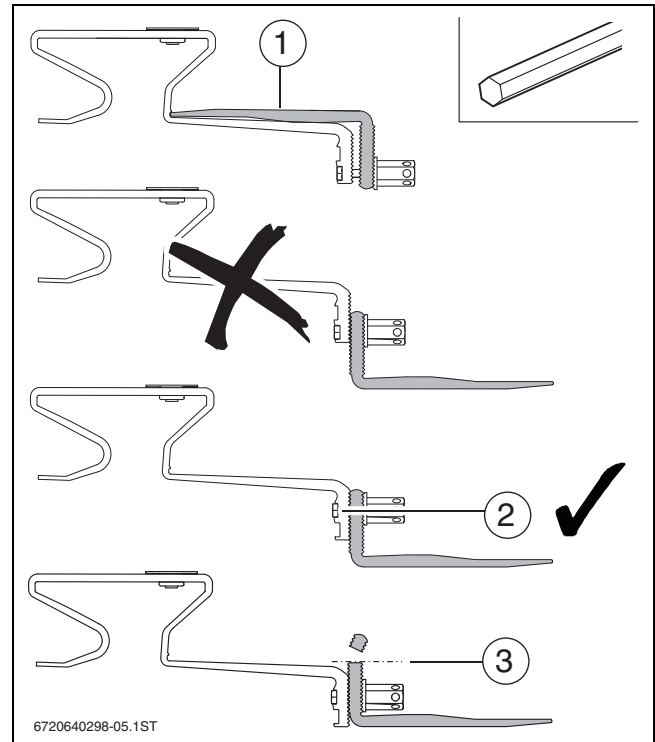

Bild 21 Sparrenanker vorbereiten
- Dachhaken-Unterteil in das obere Loch des Dachhakens umstecken. Mutter noch nicht festdrehen (→ Bild 21).